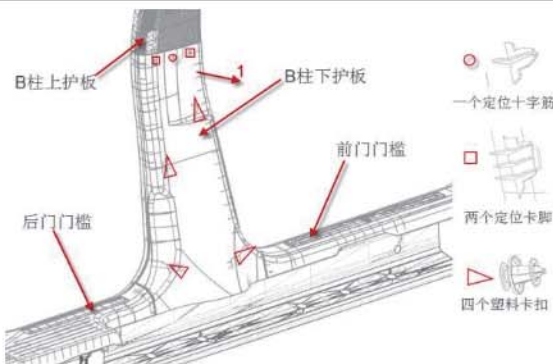

图 7-2-5-1 B 柱下护板拆卸示意图
- (1) 首先松开 B 柱配合的前后门框密封条;
- (2) 拆除前后门槛护板 (参照后门槛护板的拆卸方法);
- (3) 沿钣金配合处用双手往车内方向掰 (如图 7-2-5-1 方向 1), 把塑料卡扣紧固点 (4 个) 从钣金分离即可拿下 B 柱下护板。